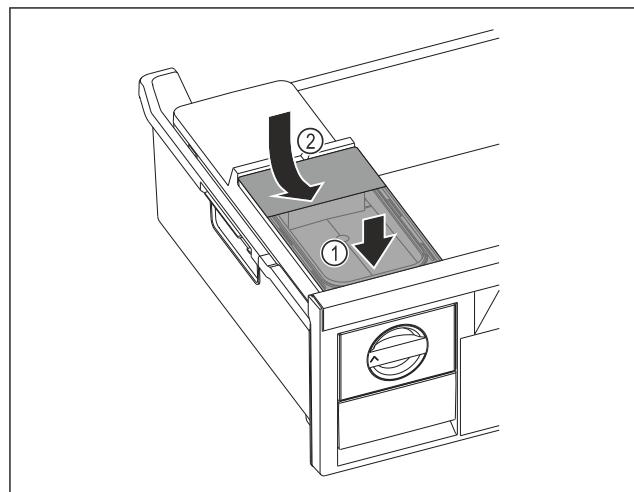

Fig. 129
- ▶ 放置水箱前部。Fig. 129 (1)
- ▶ 放下水箱后部。Fig. 129 (2)